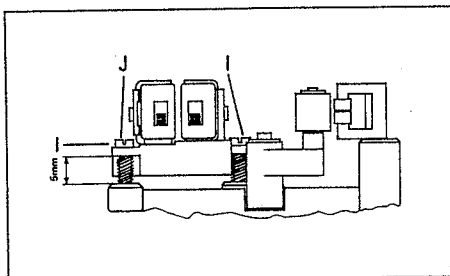

Fig. 3.7
- Die Höhe des Aufnahme-/Wiedergabekopfes ist mit den Schrauben [1] auf 5 mm vor einzustellen (Fig. 3.7).
- Pre-adjust the height of the record/reproduce head with the two screws [1] to 5 mm (Fig. 3.7).
- Ajustez la hauteur de la tête d'enregistrement/lecture à 5 mm grâce aux deux vis [1] (fig. 3.7).